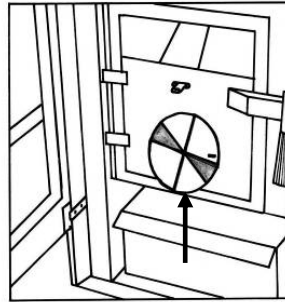

Bild 12
- Um stets einen guten Ausgleich zwischen Heizleistung und Brennstoffverbrauch zu erhalten, werden folgende Positionen empfohlen: Während des normalen Gebrauchs kann die Intensität des Feuers durch Betätigung des Primärluftreglers (Bild 12) und des Sekundärluftreglers reguliert werden.